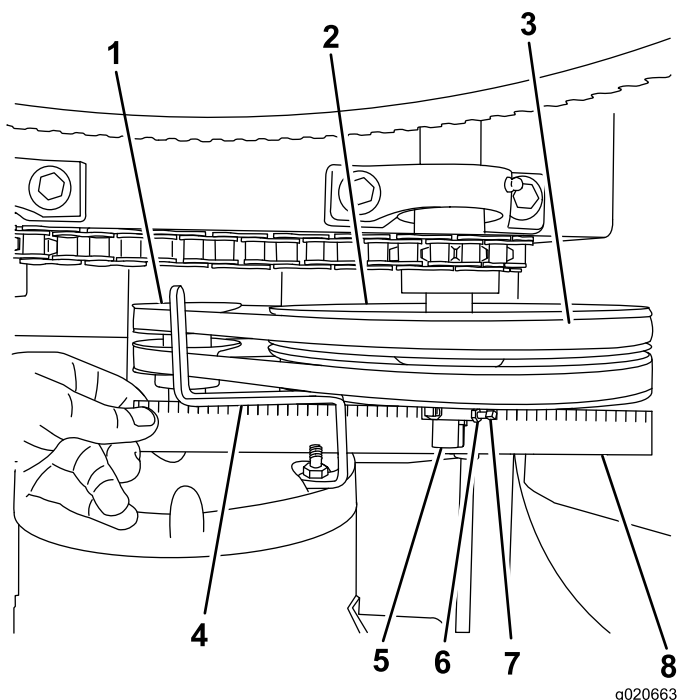

Figura 37
- D. Coloque una regla sobre la polea del motor y la polea tensora (Figura 37).
- E. Si es necesario, gire el motor sobre la chapa del motor hasta que la polea del motor y la polea tensora estén alineadas con la regla (Figura 37).